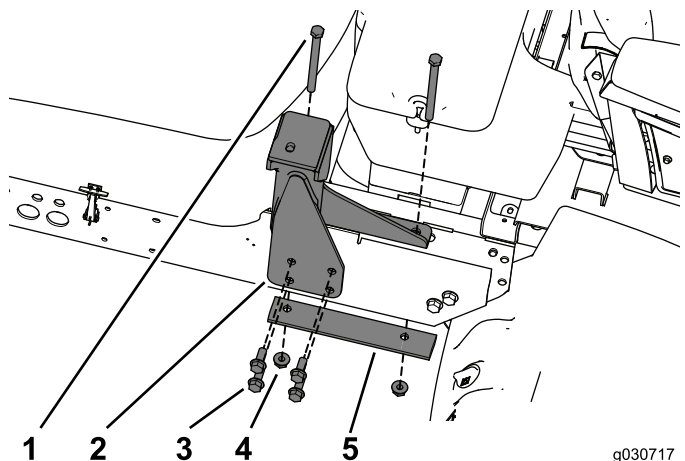

Figure 21
1. Utilisez les nouvelles fixations pour monter le support arrière droit sur le cadre (Figure 21).